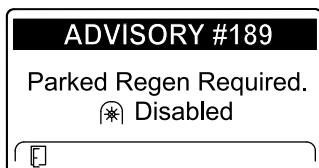

Figure 51
- Si vous n'exécutez pas de régénération en stationnement dans un délai de 2 heures, l'InfoCenter affiche ADVISORY #189 (avis n° 189) pour demander une régénération en stationnement – prise de force désactivée (Figure 51).